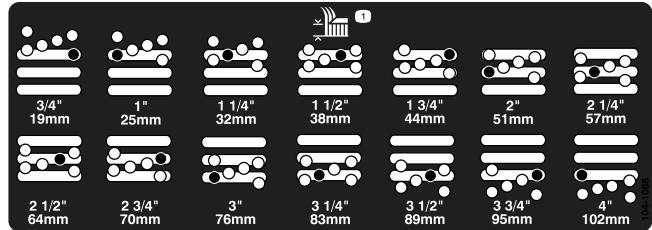

Figura 5
5. Spostate l'alloggiamento all'altezza di taglio opportuna e montate il distanziale nel foro e nella scanalatura dell'altezza di taglio prescelta (Figura 5).